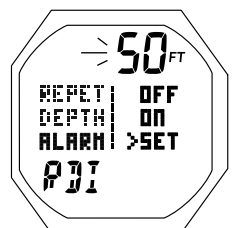

Fig. 136 - RÉGLAGE DE L'ALARME RÉPÉTITIVE D'INTERVALLE DE PROFONDEUR
**RÉGLAGE DE L'ALARME RÉPÉTITIVE D'INTERVALLE DE PROFONDEUR (RDI),** : paramètres affichés (Fig. 136)